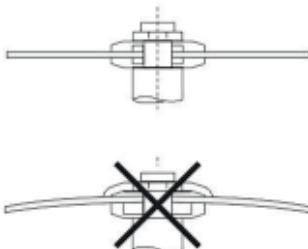

Figura 1
- f) Discos de corte de centro plano deben ser montados en bridales con diámetros y áreas de contacto idénticas. El diámetro mínimo de las bridales debe ser de $\frac{1}{4}$ del diámetro del disco (figura 1).